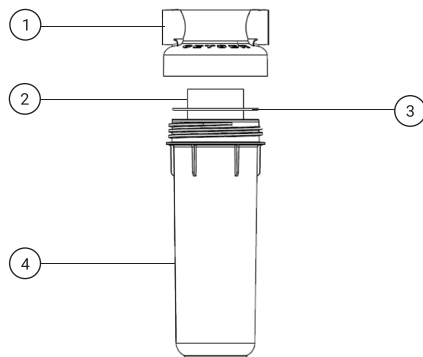

Рис. 13
2. При помощи ключа (входит в комплект поставки) отверните колбу (поз. 4, рис. 13) и замените картридж (поз. 2, рис. 13). Осторожно, в колбе может находиться вода!
3. Уплотнительное кольцо (поз. 3, рис. 13) перед повторной установкой смажьте силиконовой смазкой (не герметиком) или вазелином для более равномерного уплотнения колбы.
4. Наверните колбу (поз. 4, рис. 13) с картриджем на крышку (поз. 1, рис. 13) и подтяните ее ключом. Включите электропитание. Откройте подачу воды на фильтр.